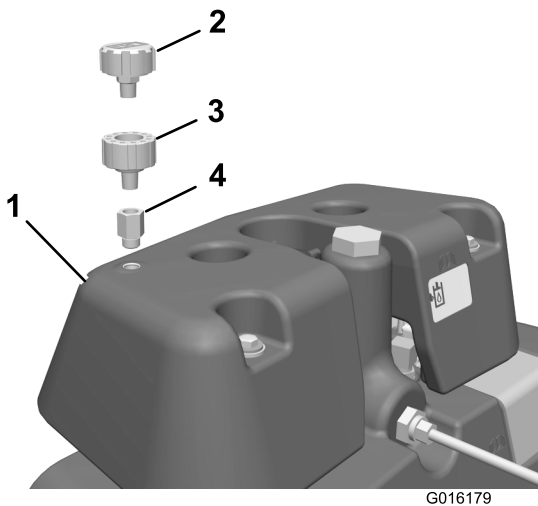

図 9
34. リークディテクタのタンクに、油圧フィッティング、ブリーザアダプタ、ブリーザを取り付ける（図 9）。